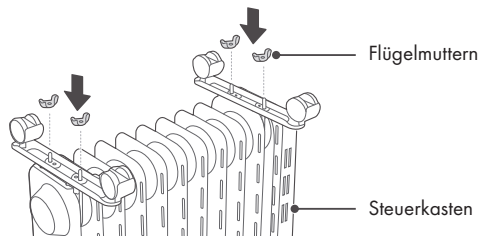

Abbildung 2
3. Befestigen Sie die beiden Rollensätze mit vier Flügelmuttern und ziehen Sie diese fest, damit die Rollensätze nicht verrutschen können (siehe Abbildung 2). Drehen Sie das Gerät anschließend um und stellen Sie dieses mit den Rollen auf den Boden.